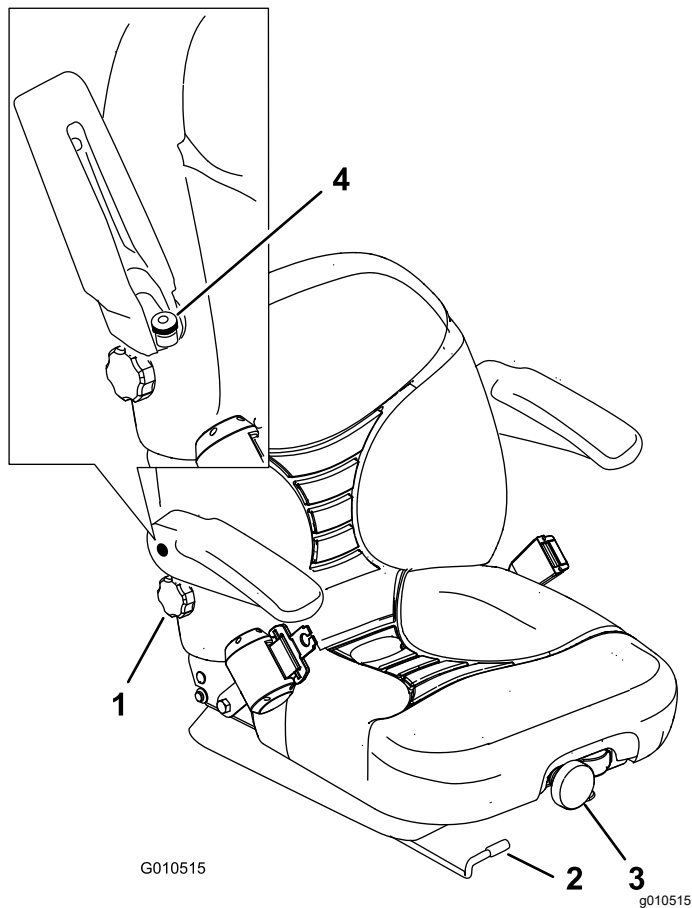

Figura 32
1. Mova a alavanca para o lado e desbloqueie o banco (Figura 32).
Para o ajustar o banco, rode o botão numa das direções para proporcionar o máximo conforto (Figura 32).
Para ajustar, rode o botão, sob o apoio para o braço direito, numa das direções para proporcionar o máximo conforto (Figura 32).
Eleve o apoio dos braços e rode o botão numa das direções para proporcionar o máximo conforto (Figura 32).